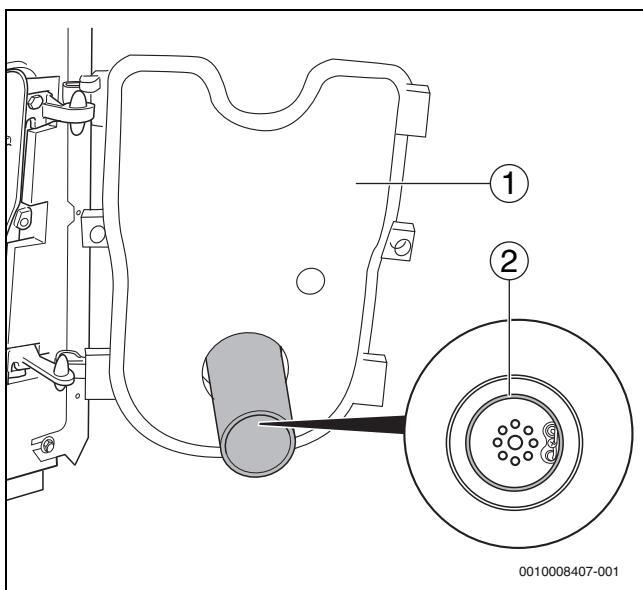

Fig. 46 Controllo della guarnizione posizionata correttamente
- ▶ Chiudere la porta del bruciatore (→fig. 46, [1]) e serrare le viti di fissaggio della porta del bruciatore (ca. 10 Nm).